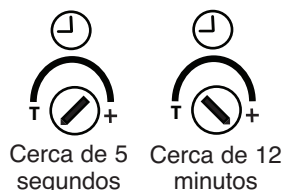

Fig. 6
1. Gire la perilla hacia la derecha para aumentar el tiempo (Fig. 6).